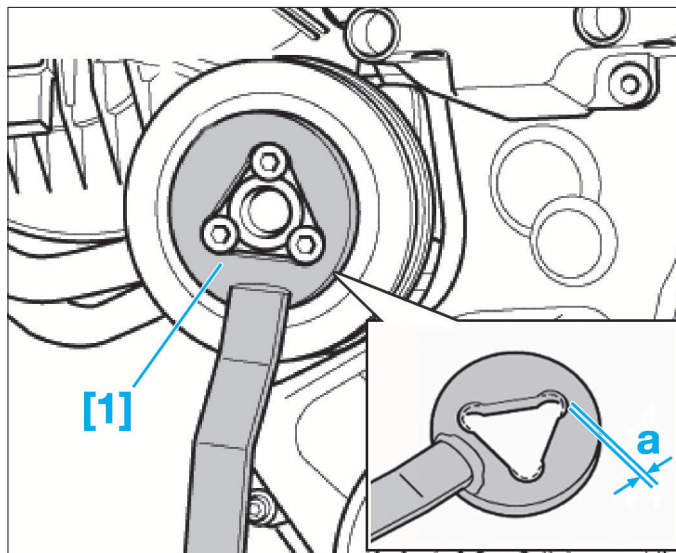

FIG. 27
- [1]. Outil de blocage de la poulie de pompe à eau (ref. V.A.G 1590) (Fig.27).
- Déposer la poulie de pompe à eau (3 vis) en maintenant la poulie avec l'outil [1] (Fig.27).